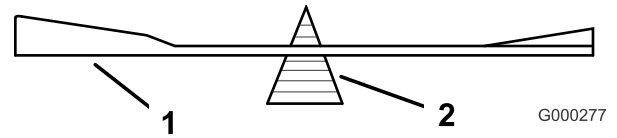

Bild 54
2. Überprüfen Sie die Auswuchtung des Schnittmessers auf einer Ausgleichsmaschine (Bild 54). Wenn das Schnittmesser in seiner horizontalen Position bleibt, ist es ausgewuchtet und kann wieder verwendet